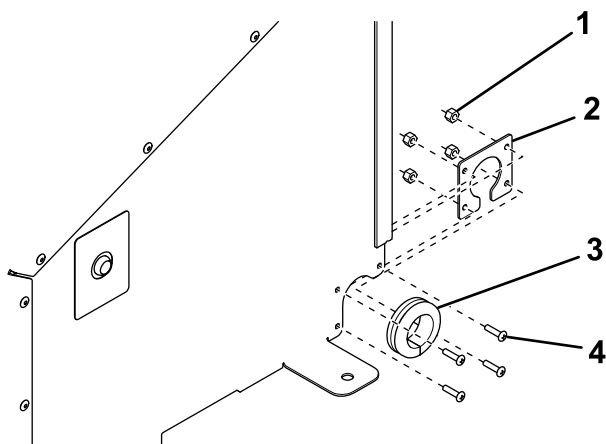

Figure 4
9. Insérez le passe-câble en caoutchouc dans la plaque passe-câble (Figure 4).